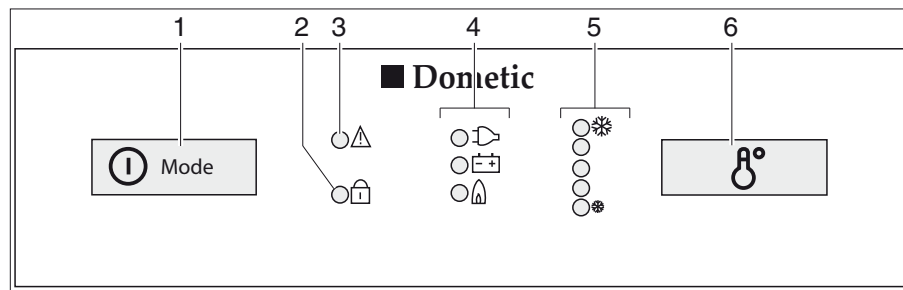

Bild 333 Reglage, knappar för kylskåpet (Dometic 8-serie med MES)
- Tryck på strömbrytaren/energiväljaren (Bild 333,1) i två sekunder för att starta apparaten. Lysdiod för senast valda driftläge tänds.
- Tryck eventuellt in strömbrytaren/energiväljaren (Bild 333,1) flera gånger tills driftindikatorn gas "🔥" tänds. Nu är gastillförseln öppen. Tändning sker automatiskt. Ett tickande ljud hörs tills tändningsproceduren är klar.
- Ställ in kyltemperaturen med brytaren för temperaturinställning (Bild 333,6).
- Tryck eventuellt in strömbrytaren/energiväljaren (Bild 333,1) flera gånger tills driftindikatorn 230 V "" tänds.
- Tryck eventuellt in strömbrytaren/energiväljaren (Bild 333,1) flera gånger tills driftindikatorn 12 V "" tänds.